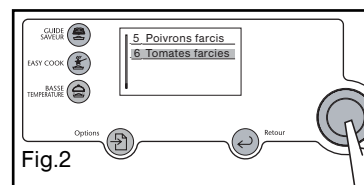

Fig.2
- Choisissez ensuite le plat spécifique à préparer et validez en appuyant sur le bouton de sélection (fig 2).